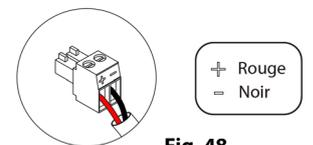

Fig. 48
La connexion de l'émetteur IR se fait par une borne à 2 broches ^①. Fixez les câbles à l'aide des vis de la borne, en respectant la polarité de celle-ci (Fig. 48).